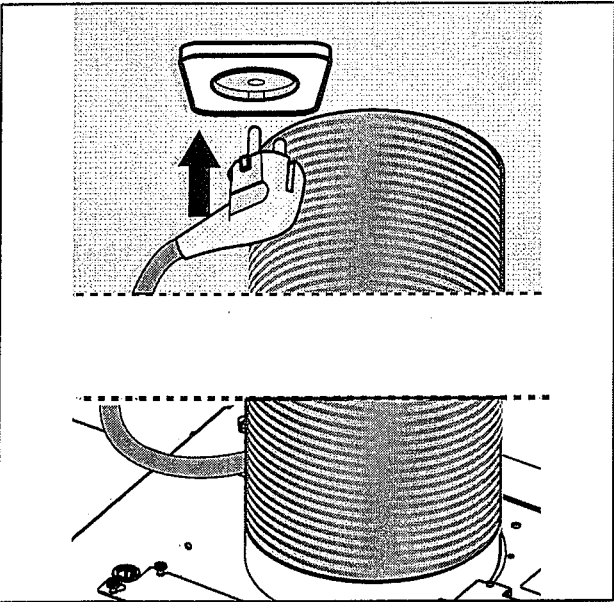

Fig.12
- Effectuer la connexion électrique (fig.12).